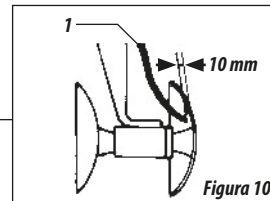

Figura 10
- 21 - Fijar la lanza de enganche completa ítem 1 figura 10 en la armazón ítem 2 con los tornillos y tuercas ítem 3.
- 23 - Para CRSG/CRI de 12 a 28 discos introducir la varilla ítem 12 e n la chapa del cupero principal, fijando con el perno ítem 13. Introducir en la varilla ítem 12 el soporte del resorte ítem 14 el resorte ítem 15 el soporte del resorte ítem 16 y las tuercas ítem 17 conforme detalle figura 10.
- 26 - Poner la presilla (grapa) de las mangueras ítem 11 en la viga del cuerpo principal, conforme figura 10.